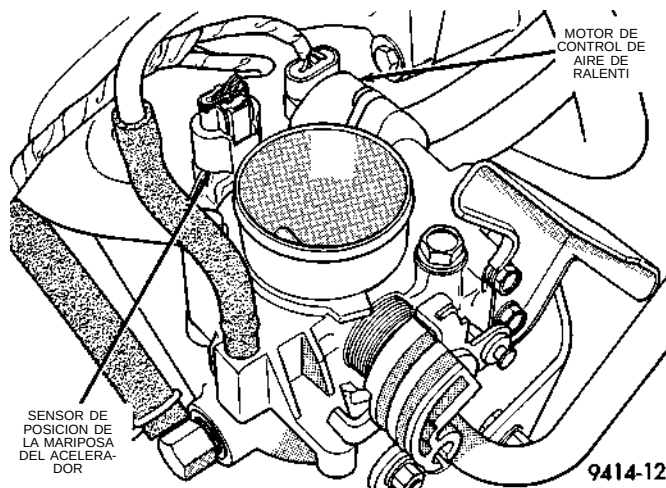

**Fig. 34 Motor de control de aire de ralentí y sensor de la posición de la mariposa del acelerador—
(5) Verifique las conexiones eléctricas del motor de control de aire de ralentí y el sensor de posición de la mariposa del acelerador (Fig. 34).